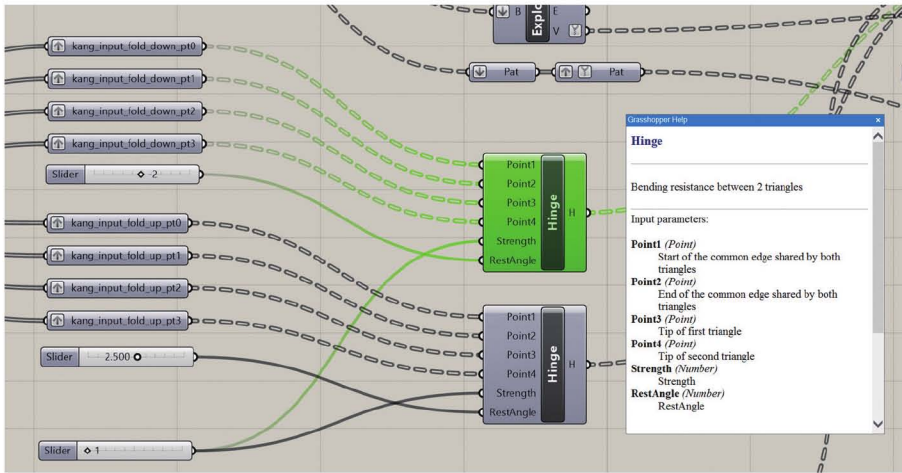

Figure 3
2. Hinge : 종이가 접히는 것을 simulate하기 위한 핵심적인 component입니다. 네개의 point input을 정해진 순서로 연결하고 rest angle을 추가해 줍니다. Strength는 spring 이 얼마나 강력한지를 정하는 숫자로 반응이 얼마나 빠르게 평형상태에 도달할지를 결정해 줍니다(Figure 3).